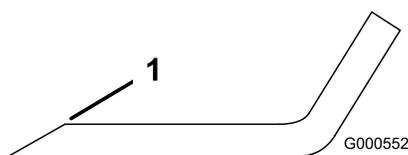

Figura 75
1. Folosii o pilă pentru a ascui marginea de tăiere la ambele capete ale lamei (Figura 75).
Notă: Dacă lama nu este echilibrată, piliți numai din capătul suprafeței velice (Figura 75).